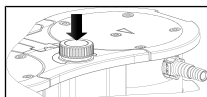

Abb.7: Pumpe ein- und ausschalten mit Dreh-/Drückknopf
- Schalten Sie die Pumpe durch Drücken des Dreh-/Drückknopfs ein (siehe Abb. 7).